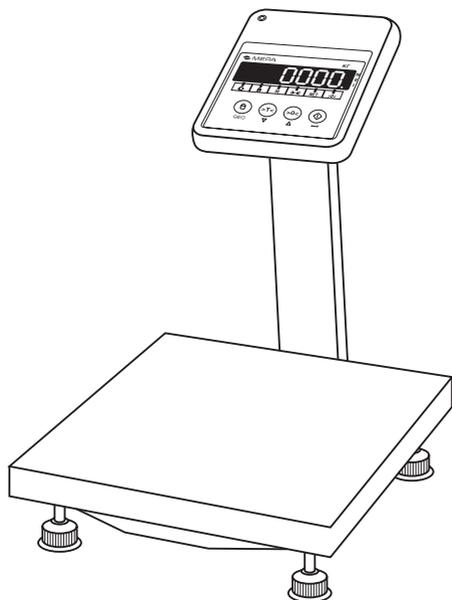

Рисунок 1 - Весы ПВм-О. Внешний вид и состав весов
3.1. Весы состоят из грузоприемного устройства с весоизмерительной платформой, индикатора, размещенного на отдельной стойке, крепящейся к корпусу весов (рисунок 1) или любой горизонтальной поверхности.